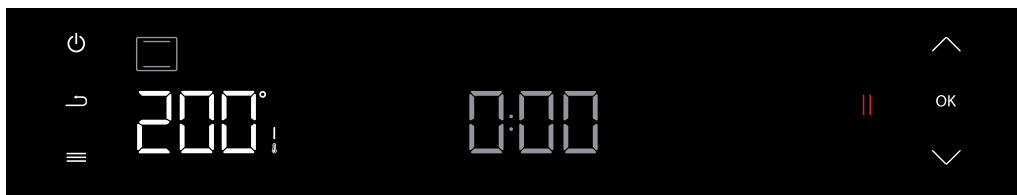

Abbildung 16
3. Nach Drücken der Freigabetaste (OK) wechselt die Anzeige der aktiven Einstellung zur Temperaturanzeige. (siehe Abbildung 16) Der gewünschte Temperaturwert wird innerhalb der vorgegebenen Grenzen durch Drücken der Aufwärts- (▲) oder (▼) Abwärts-Tasten eingestellt. (siehe Abbildung 17) Drücken Sie die Bestätigungstaste (OK) einmal, um die gewünschte Temperatur zu bestätigen. (siehe Abbildung 18)